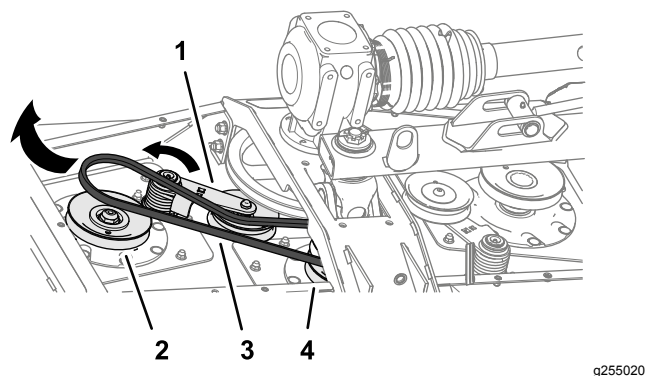

図 66
3. バールなどを使って短いベルトのベルトテンショナを左に回して、テンショナのプーリからベルトを外す 図 66。